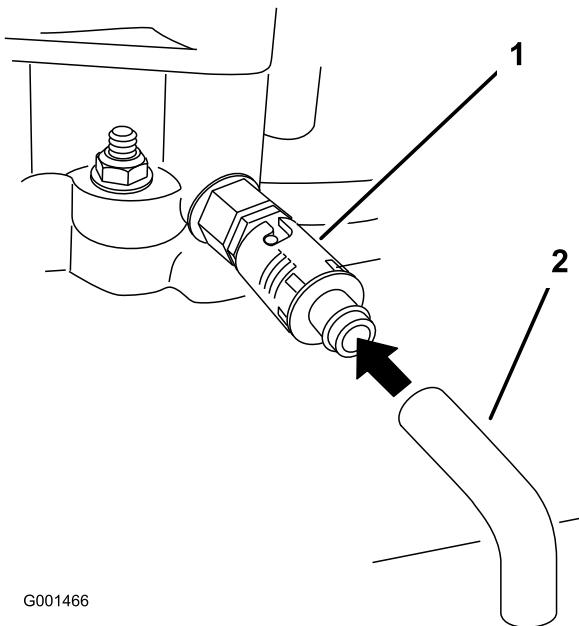

Figure 33
- Placez un bac sous le flexible de vidange. Tournez le robinet de vidange d'huile pour permettre à l'huile de s'écouler (Figure 33).
- Enlevez le flexible de vidange (Figure 33).